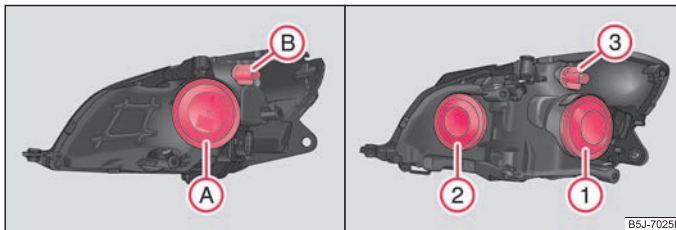

Abb. 169 Einbaulage der Lampen: Halogen-Scheinwerfer / Halogen-Projektorscheinwerfer
- Nehmen Sie die Schutzkappe ab Ⓐ ⇒ Abb. 169.
- Nehmen Sie die Schutzkappe ab ① ⇒ Seite 197, Abb. 169.
- Nehmen Sie die Schutzkappe ab ② ⇒ Seite 197, Abb. 169.
- Drehen Sie die Fassung ② ⇒ Seite 197, Abb. 169 bzw. die Fassung ③ nach links und nehmen Sie diese zusammen mit der Glühlampe für Blinklicht heraus.
- Nehmen Sie die Schutzkappe ab ① bzw. ② ⇒ Seite 197, Abb. 169.